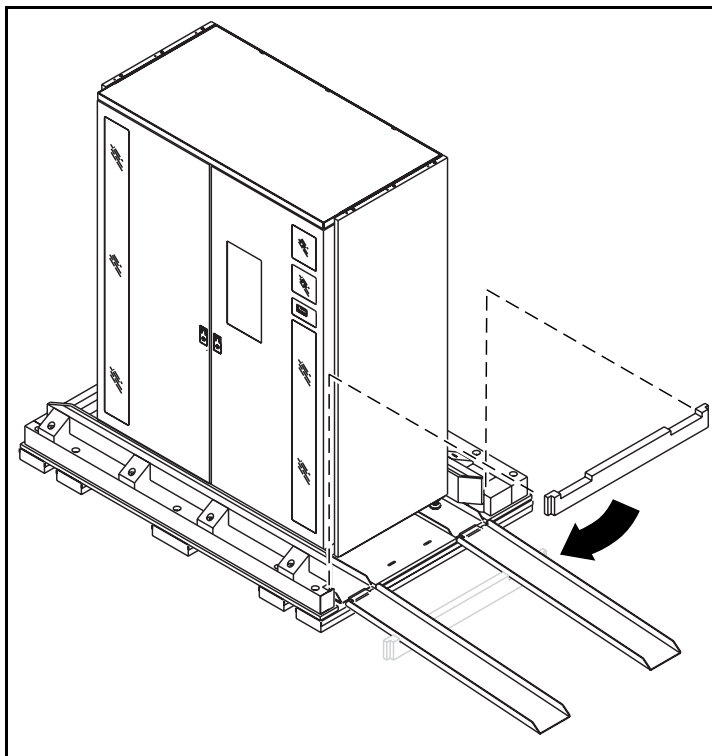

Figure 4-12. Déplacement de la barre en bois
5. Déplacez la barre en bois (voir Figure 4-12) :